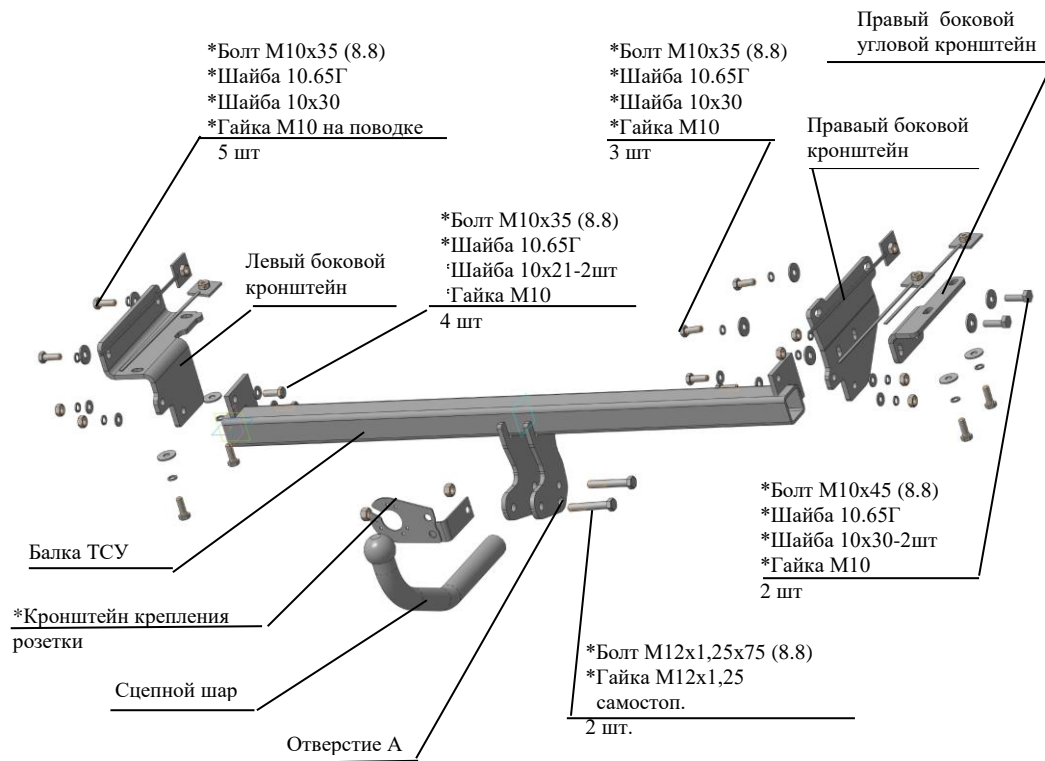

Рис.1 Тягово-сцепное устройство 7722.
2.1 ТСУ 7722 в сборе (рис.1)	1 шт.
2.2 Пакет с комплекующими (см. рис.1)	1 шт.